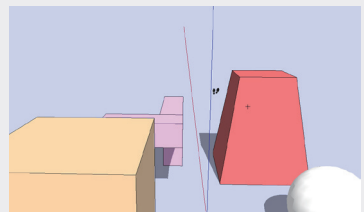

图3-133
- 03 按住Ctrl键拖动鼠标，则会产生加速前进的漫游效果，如图3-133所示。